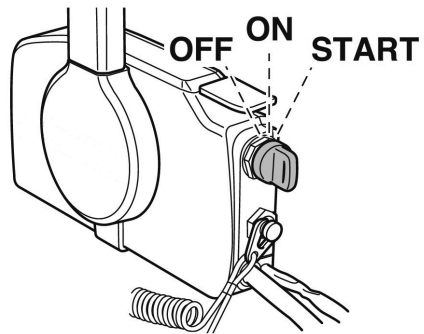

Рис. 23 Положения ключа зажигания
Система зажигания управляется ключом зажигания. Положения ключа зажигания показаны на Рис. 23.
1. Переведите ключ зажигания в положение ON (Рис. 23).
1. Переведите ключ зажигания в положение OFF (Рис. 23). Двигатель должен остановиться.